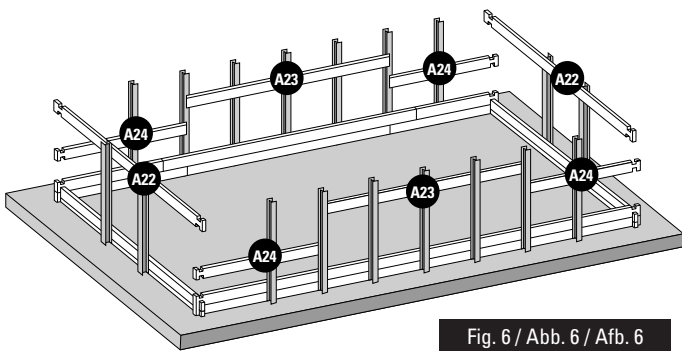

Fig. 6 / Abb. 6 / Afb. 6
- EN** **3rd LAYER OF BOARDS:** Install the third layer of boards as shown in figure 6. The position of the refilling fitting with the key and the skimmer should be defined at the start of the assembly (read the specific paragraphs).
- DE** **3. BRETTERREIHE:** Platzieren Sie die Bretter der dritten Reihe laut Abb. 6. Zu Beginn der Montage müssen Sie die Lage des Druckventils und des Skimmers festlegen (lesen Sie hierzu die entsprechenden Abschnitte).
- NL** **3ª RIJ PLANKEN:** Plaats de planken van de derde rij zoals te zien is op afbeelding 6. U moet al bij aanvang van de montage bepalen op welke plaats het uitstroommondstuk en de skimmer moet komen (less de betreffende paragrafen).